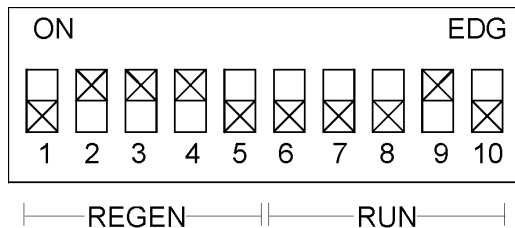

fig. 1
- Schalter In der Reihenfolge 9 - 4 - 3 - 2 (fig.1) wieder auf die "ON"-Position bringen